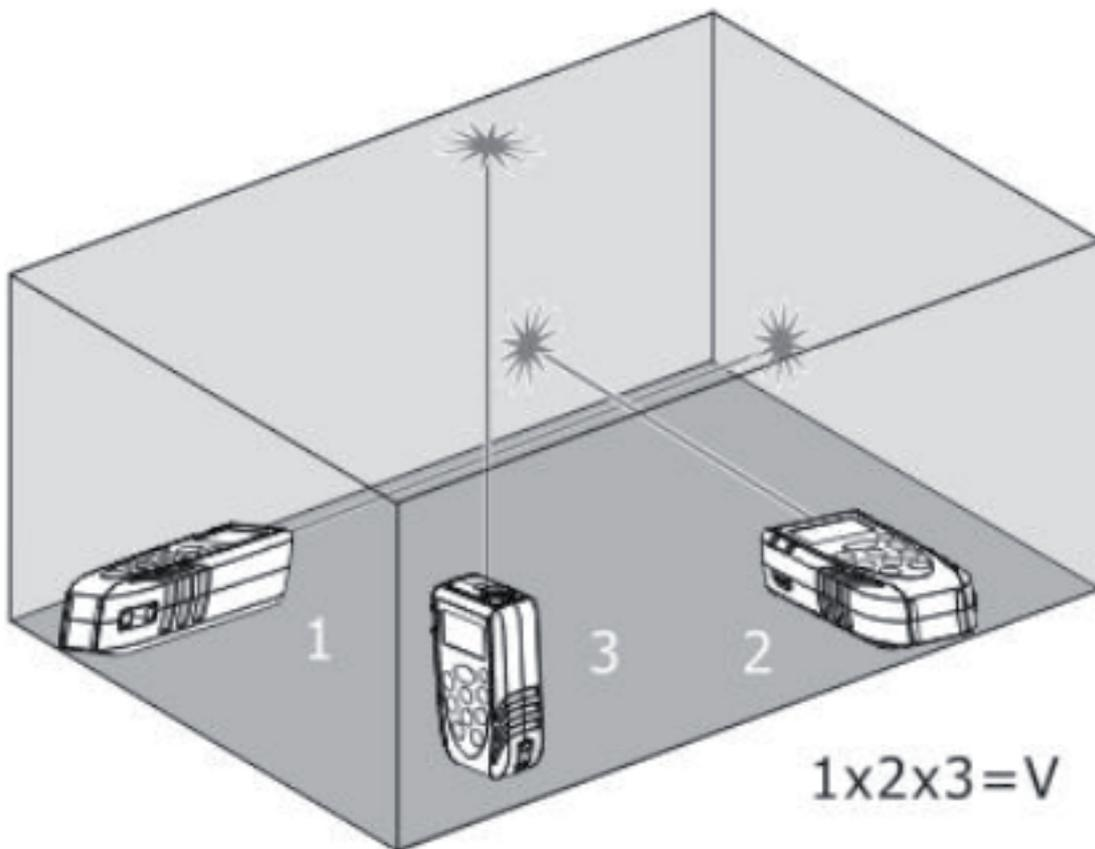

Fig. 6: Exemplo de medição de Volume
3. Premir o botão  para efectuar a primeira medição (comprimento) da superfície (ver Fig. 6). O valor correspondente é inserido no primeiro display parcial. O símbolo "" é apresentado com o lado "1" intermitente
4. Premir novamente o botão  para efetuar a segunda medição (largura) da superfície (ver Fig. 6). O valor correspondente é inserido no segundo display parcial. O valor da área correspondente é apresentado no display resultante. O símbolo "" é apresentado com o lado "2" intermitente
5. Premir agora o botão  para efetuar a terceira medição (altura) (ver Fig. 6). O valor total do volume é apresentado no display principal resultante